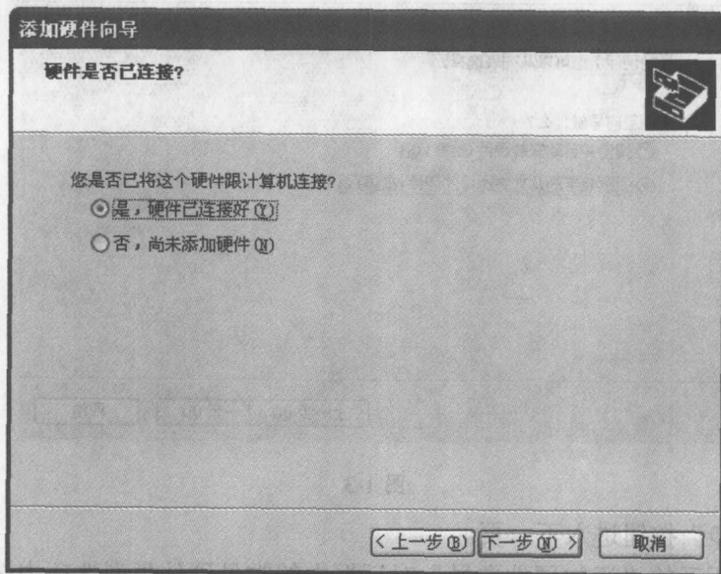

图 1-1
Step 1 在“控制面板”中双击“添加硬件”图标 ，在出现的如图 1-1 所示的“添加硬件向导”对话框中选择“是，硬件已连接好 (Y)”选项。